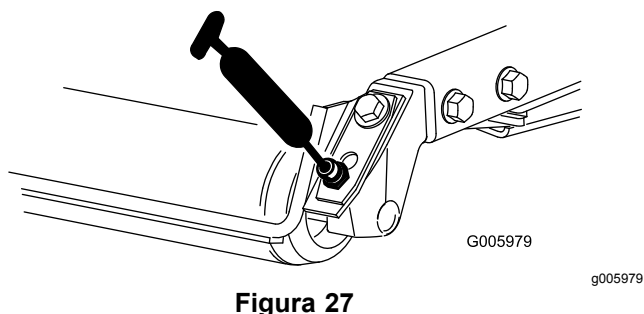

Figura 27
- Cuscinetti a rulli posteriori (2 per apparato di taglio) (Figura 27)